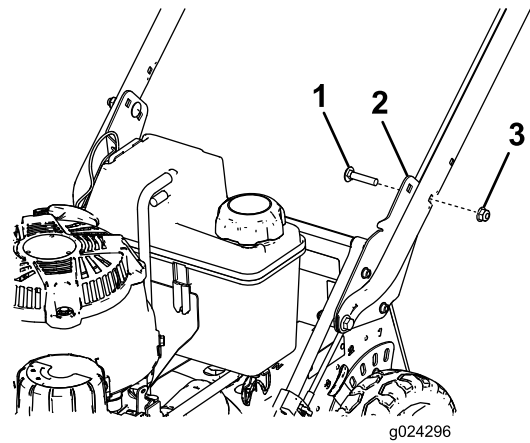

図 6
- 希望するハンドル高さで、ハンドルブラケットにハンドルを取り付けるキャリッジボルト5/16 x 1½インチ2本とフランジナット 5/16 インチ2個で **図 6**のように取り付ける。